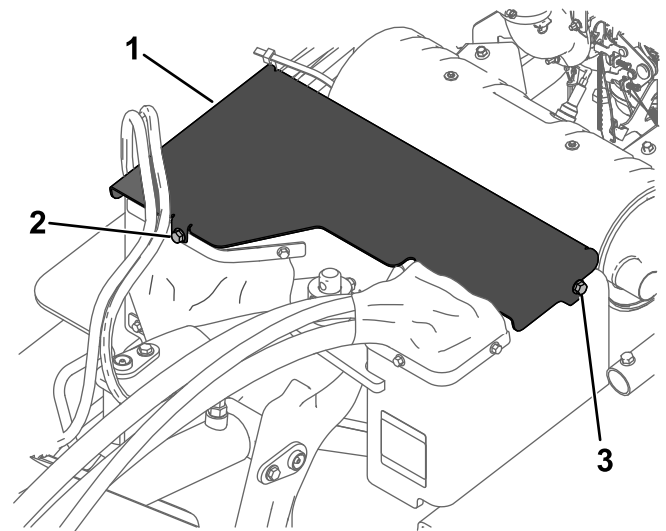

Figura 24
3. Îndepărtați urubul frontal și slăbiți apoi urubul din stânga care fixează capacul frontal la maină (Figura 24).
4. Glisați capacul ușor în față și trageți în sus pentru a îndepărta capacul (Figura 24).
5. Pentru a instala capacul frontal, glisați capacul frontal la locul său și fixați-l cu cele 2 uruburi (Figura 24).